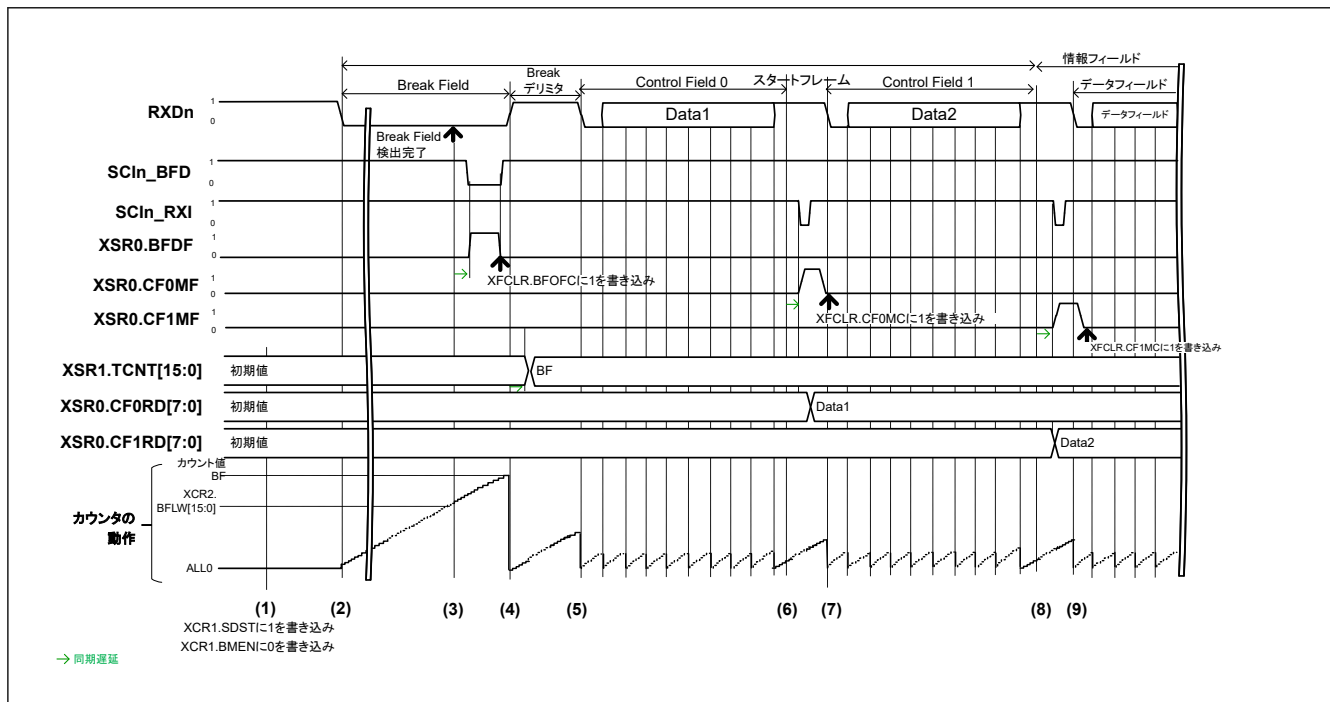
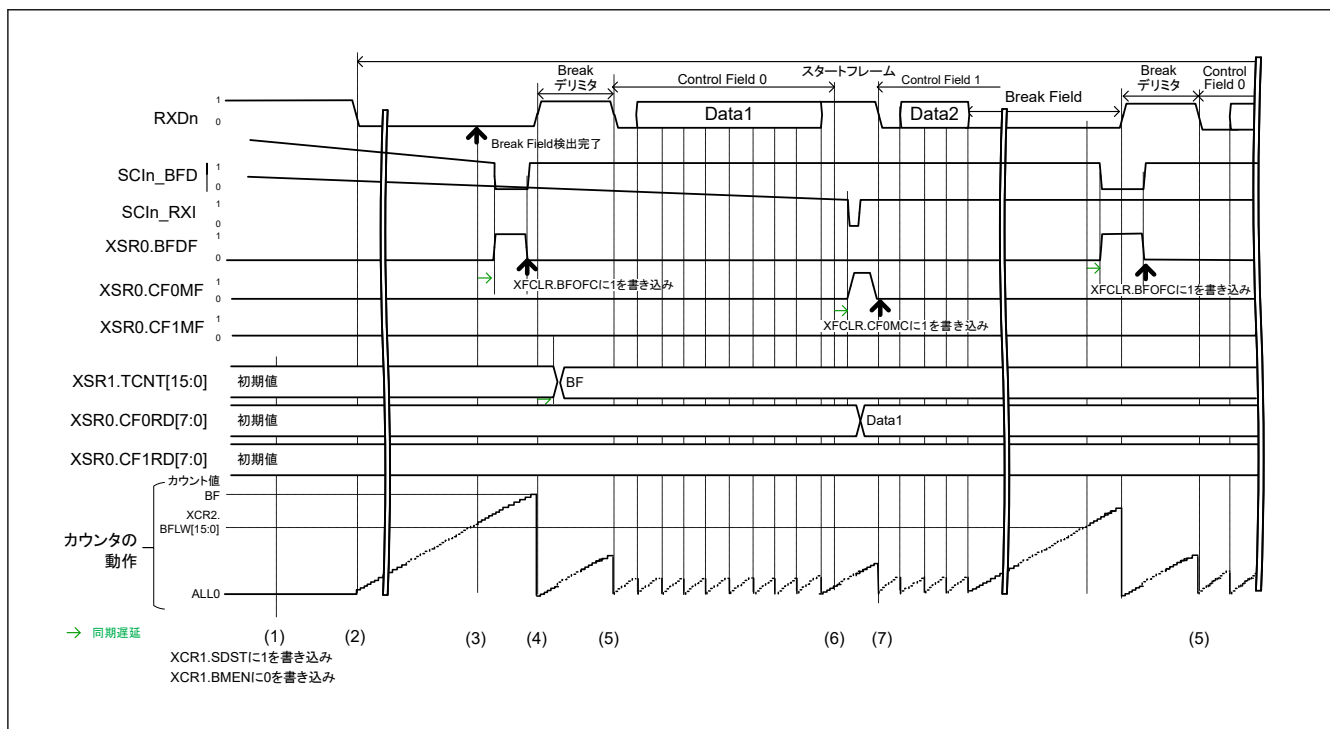
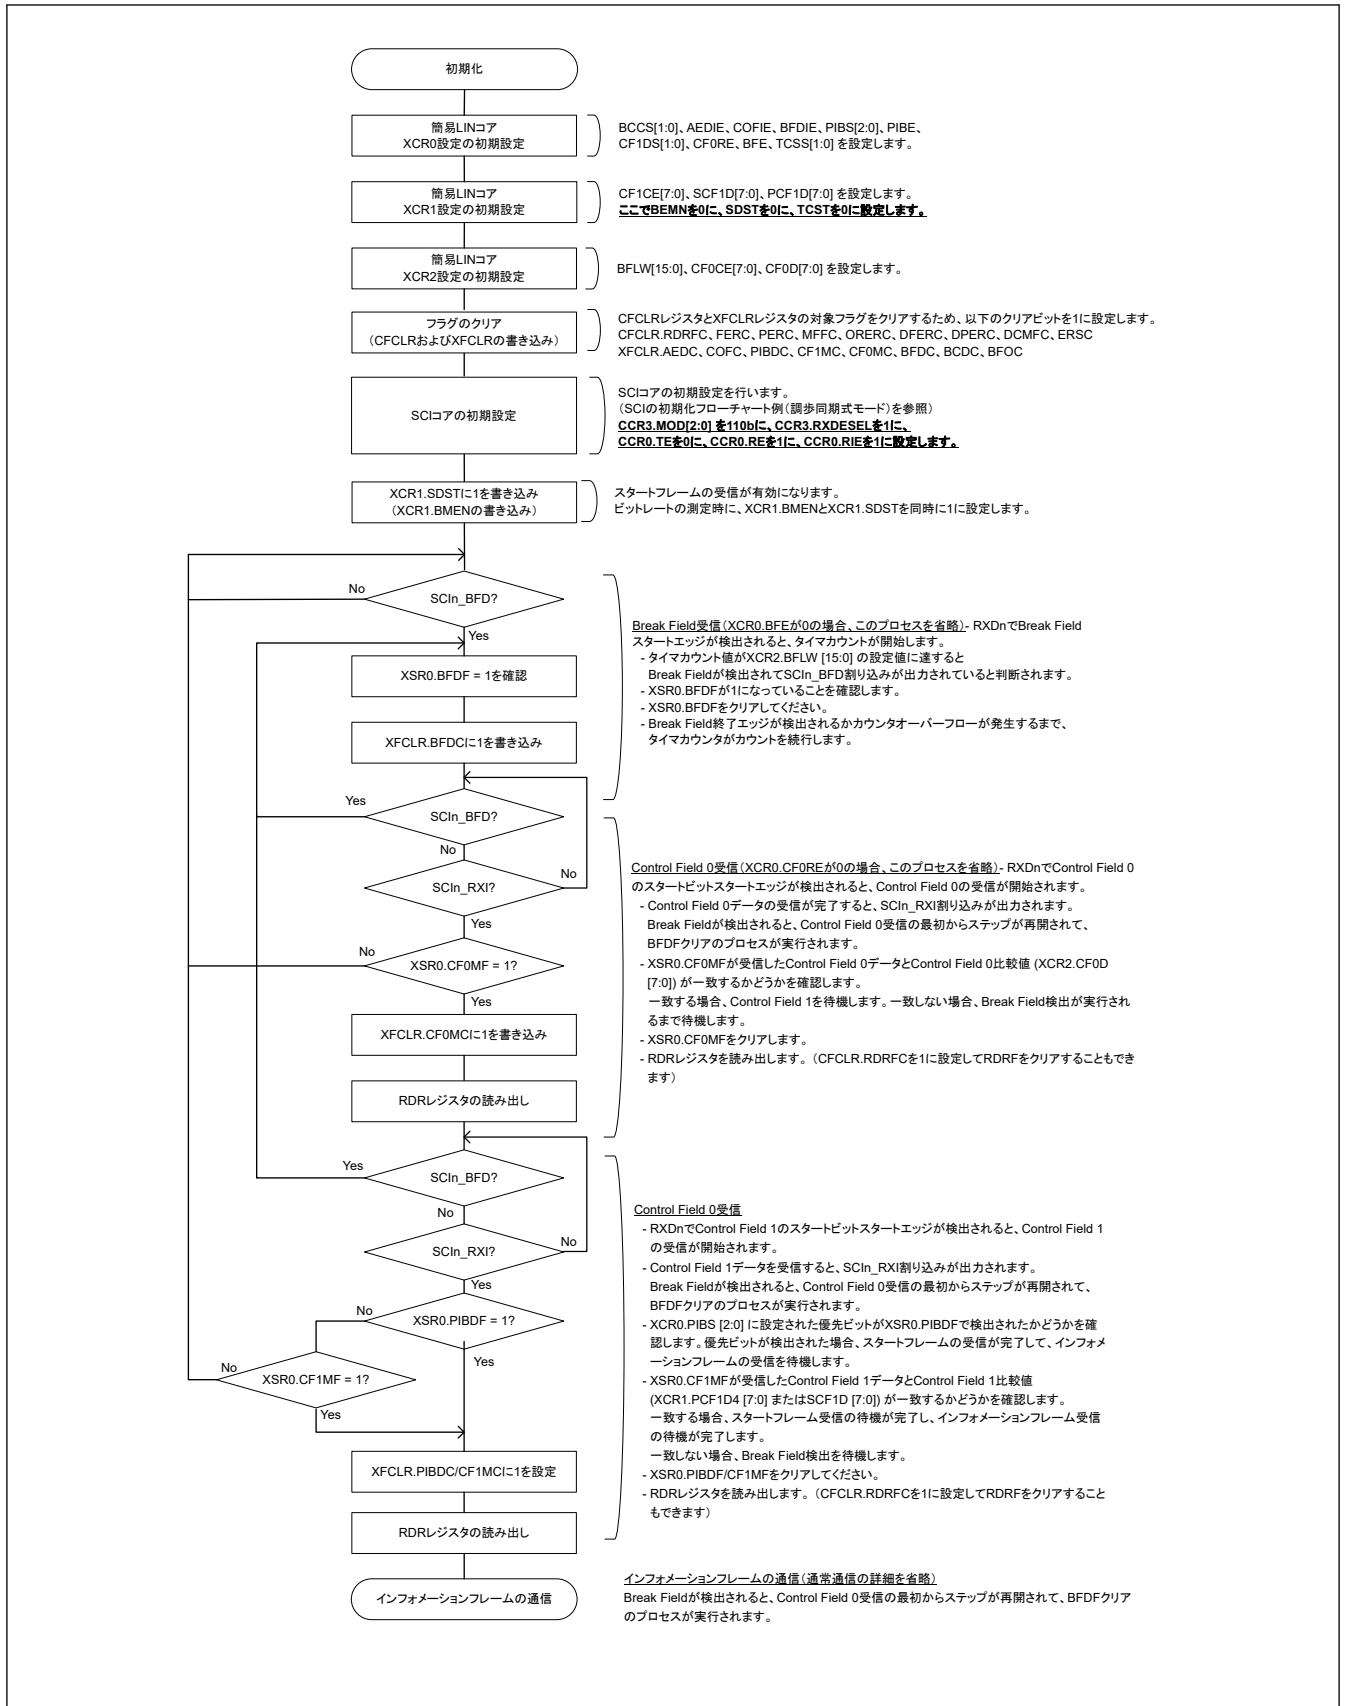
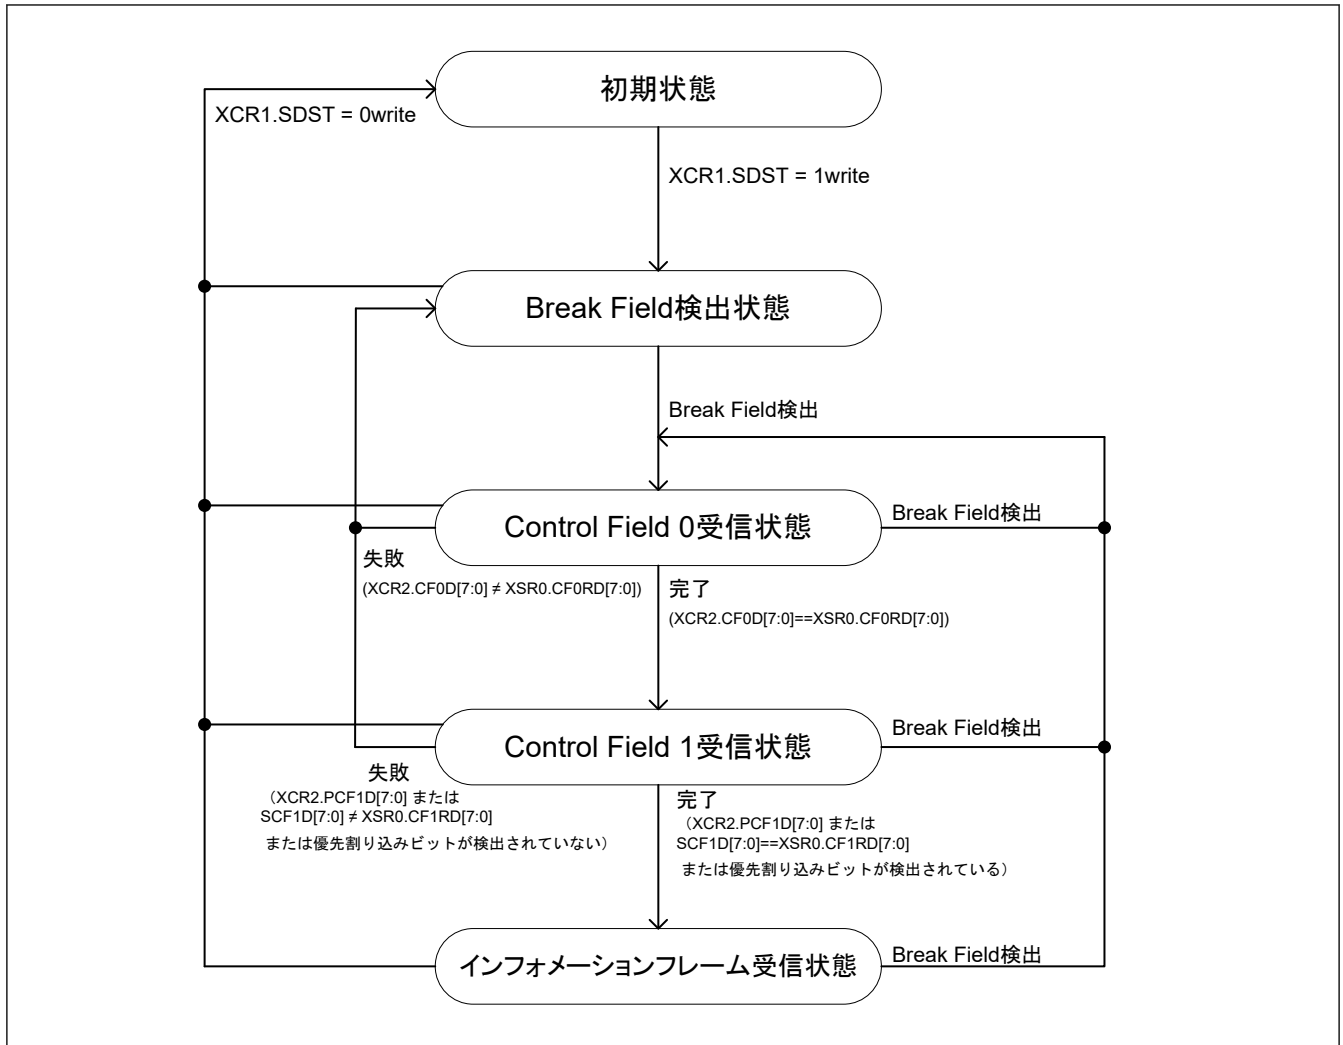

図 26.103 スタートフレームの通常受信例 (PIB は未使用)
図 26.104 Control Field 1 の場合に Break Field を検出するスタートフレーム受信例 (PIB は未使用)
図 26.105 スタートフレーム受信フローチャート例
図 26.106 スタートフレーム受信の状態遷移図
図 26.103 に、Break Field、Control Field 0、および Control Field 1 で構成されたスタートフレームの通常受信例を示します。図 26.104 に、Control Field 1 の場合に Break Field を検出する受信例を示します。図 26.105 にスタートフレームの受信フローチャートを、図 26.106 に状態遷移図を示します。
- SCI コアが Control Field 0 の受信を開始します。簡易 LIN はエッジインターバルを継続してカウントするため、簡易 LIN は XCR2.BFLW[15:0] に設定されている期間以上の Low を Break Field の検出として判断します。Break Field が Control Field 0 フェーズで検出されると、SCI コアは Control Field 0 を再度受信するまで待機します(図 26.104)。
(1)~(7) は、図 26.103 のスタートフレーム受信例の (1)~(7) と同じです。
(8) XCR0.PIBS[2:0] ビットに指定されている値が、設定されている XCR1.PCF1D[7:0] 値と一致する場合、XSR0.PIBDF は 1 になり、SCI がインフォメーションフレームの通信を実行します。設定されている XCR1.PCF1D[7:0] 値とも設定されている XCR1.SCF1D[7:0] とも受信の Control Field 1 データが一致せず、かつ優先割り込みビットが検出されない場合、SCI は Break Field 検出前の状態に遷移します。
(9) SCI のコミュニケーションインフォメーションフレーム